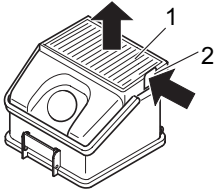

Abb. 26
2. Entnehmen Sie den Filter (Abb. 26/1). Drücken Sie dazu die Verriegelung (Abb. 26/2) ein und heben Sie den Filter nach oben heraus.